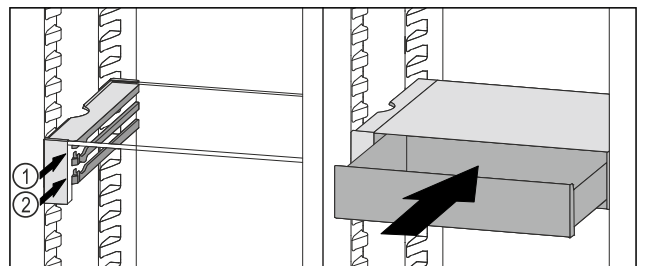

Fig. 59
- ▶ Zásuvku VarioSafe nasadte za zarážkami na požadovanom rebre Fig. 59 (1) alebo Fig. 59 (2).